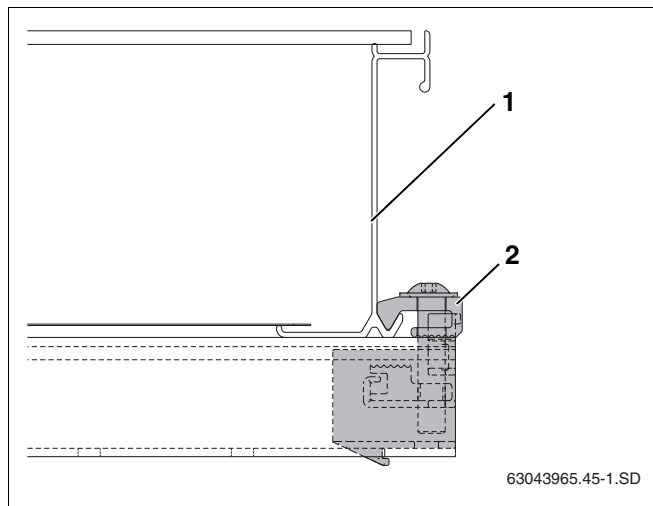

Рис. 44 Установленный односторонний зажим
- Осторожно сдвинуть коллектор (рис. 44, поз. 1) к одностороннему зажиму и выровнять в горизонтальной плоскости.
- Ключом SW5 закрутить зажим (рис. 44, поз. 2).
Теперь прижим (рис. 44, поз. 2) находится в нижней кромке коллектора.